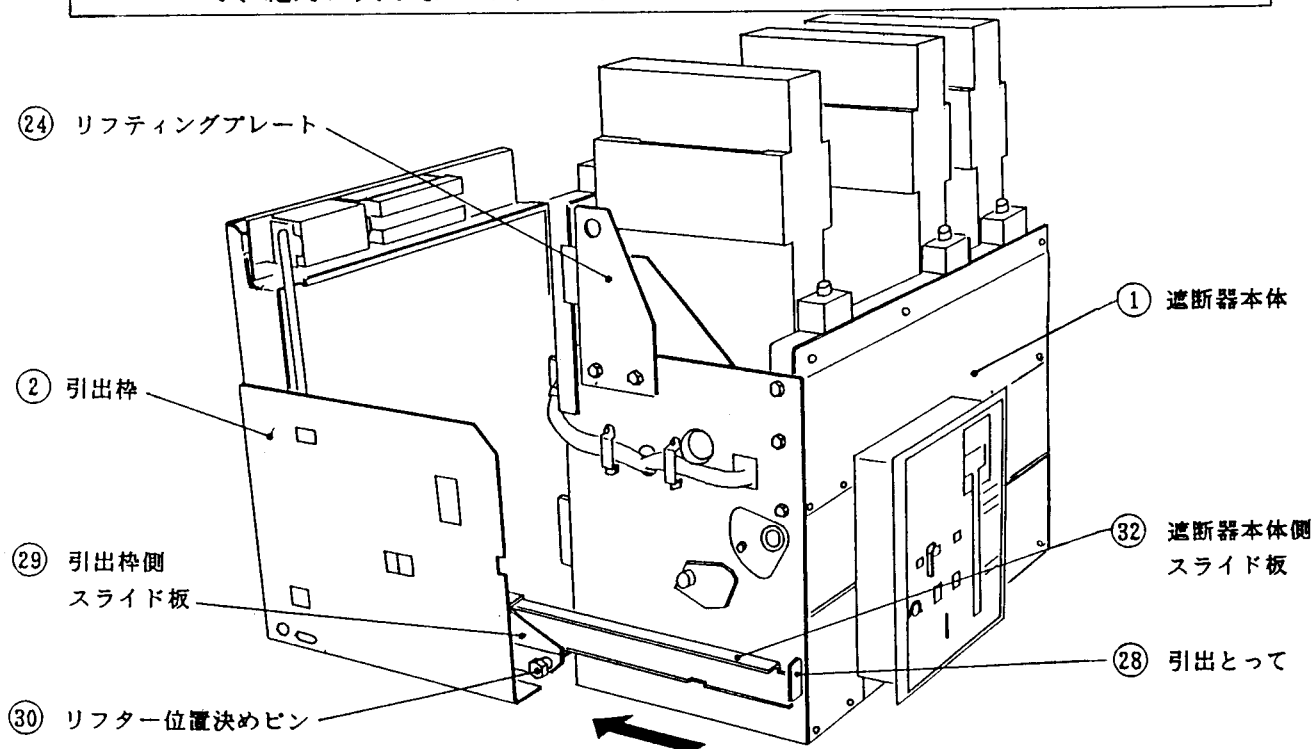

図22. 遮断器を引出枠に挿入する方法
- 4) リフティングプレート(図22 ⑳)にワイヤロープを掛け吊り上げるか、専用リフター(オプション)を使用して、引出枠側スライド板(図22 ㉑)に遮断器本体側スライド板(図22 ㉒)がはまり込むようにあてがい遮断器を引出ストッパが復帰する位置まで押し込んで下さい。
- 5) さらに、引出として(図22 ③①)を押して、再び、引出ストッパーが掛かる位置まで遮断器を押し込んで下さい。